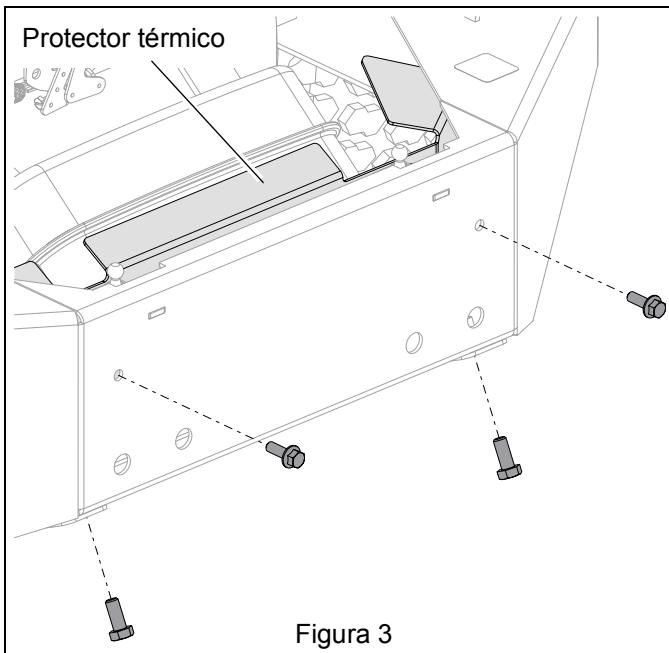

Figura 3
- Quite la tornillería que retiene el protector térmico y desmóntelo. Consulte la Figura 3.
- Monte de nuevo el protector térmico y asegúrelo con la tornillería original. Consulte la Figura 3.